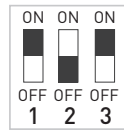

Рис. 1. DIP-переключатели
- 3.9. При необходимости плавного включения переведите DIP-переключатель номер 1 в положение ON, как изображено на рис. 1.
- 3.10. При необходимости снижения максимальной яркости переведите DIP-переключатели номер 2, 3 показанные на рис. 1, в требуемые положения в соответствии с таблицей.